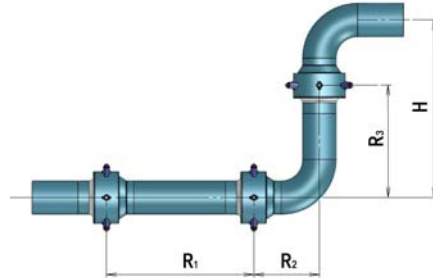

图 3-5 三球 Z 型布置 2
3.3.2.3.1 当立管臂长 H 不足于安装两个球型补偿器时，可按图 3-5 中方案进行布置。